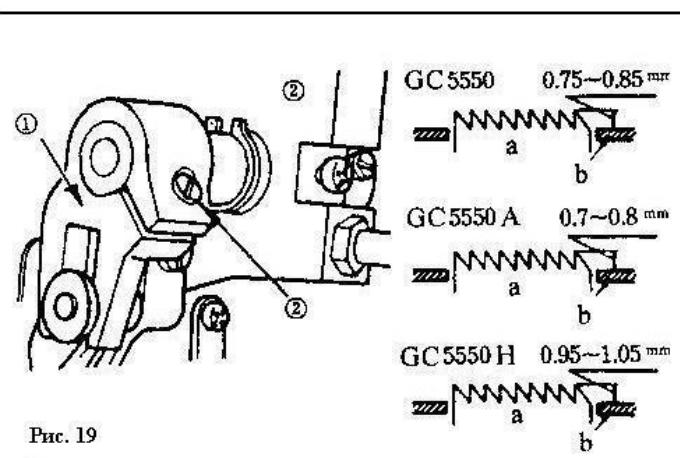

Рис. 19
13. ВЫСОТА ЗУБЧАТОЙ РЕЙКИ ДВИГАТЕЛЯ ТКАНИ (рис. 19).